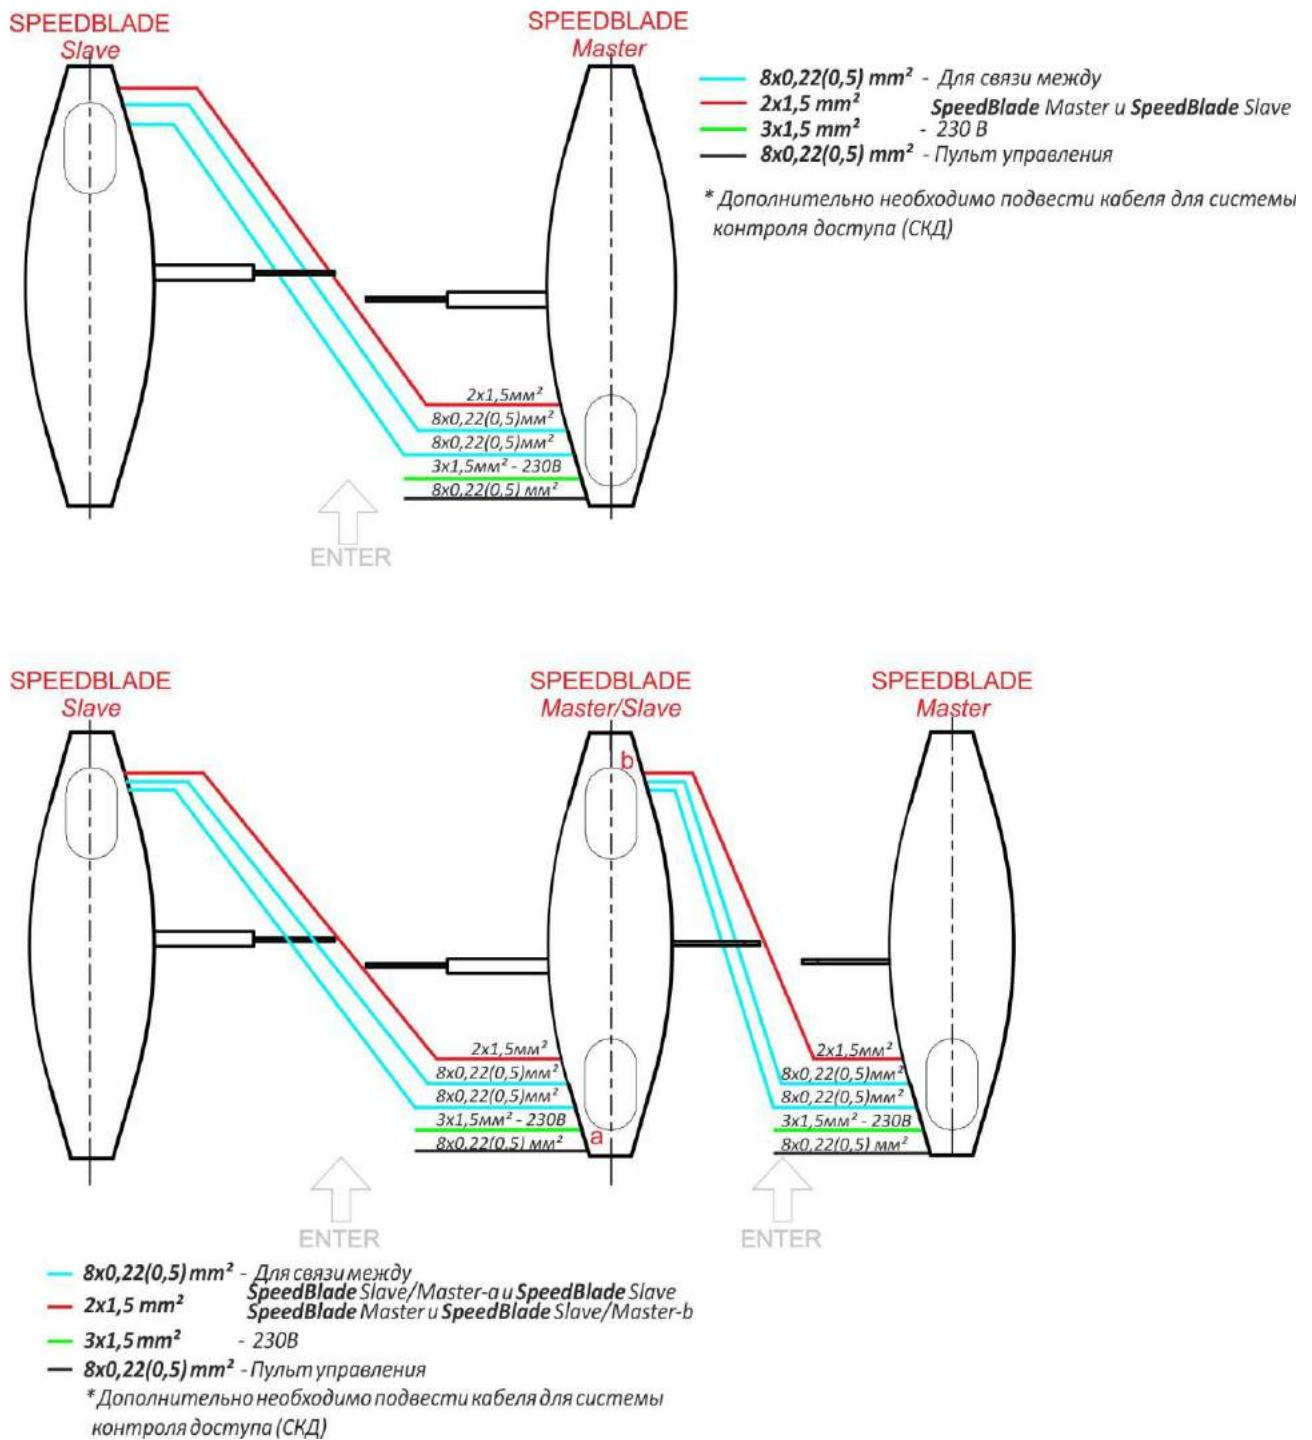

Рис. 12 – Схема подвода кабелей между тумбами¹ турникета с телескопическими створками
- Кабели между тумбами (*Рисунок 12 и 13*)